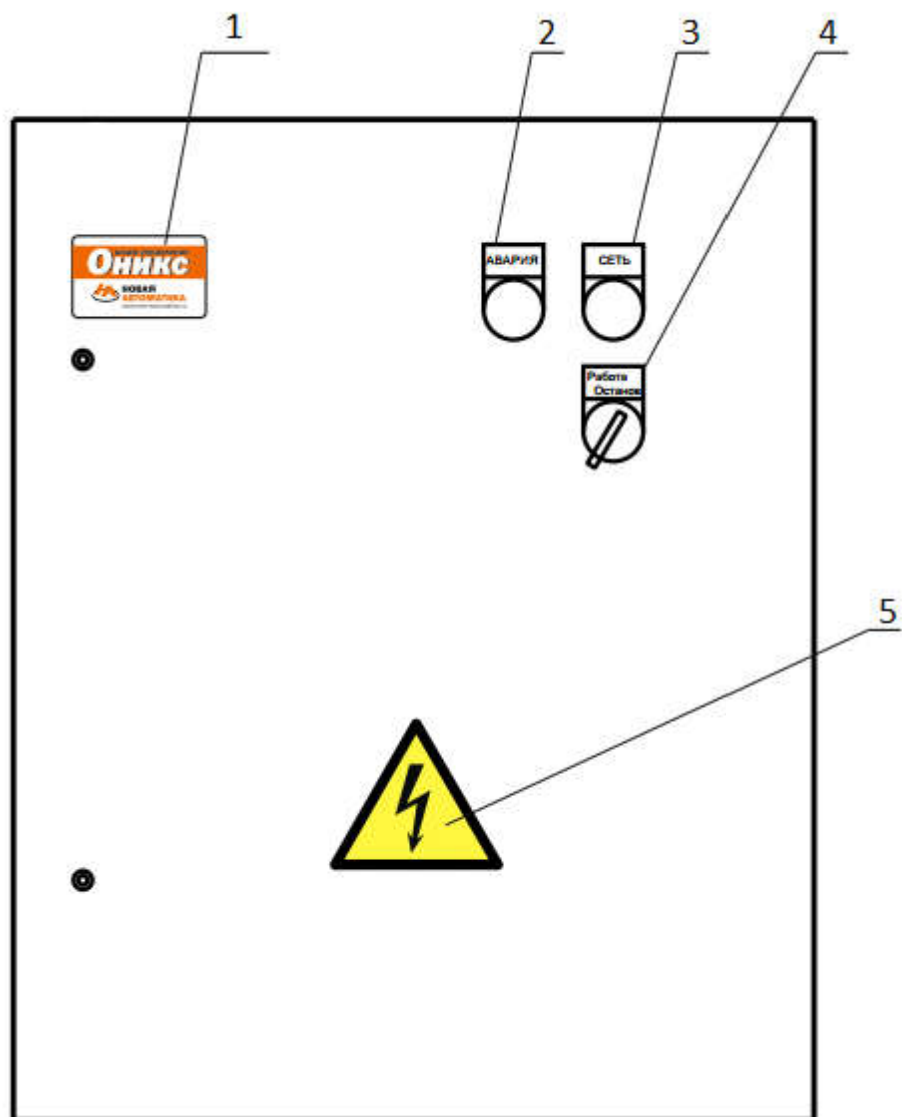

Рис.1 Передняя панель ШУ
После переключения переключателя «I» в положение «Вкл.» (поз.4, см. рис. 1, раздел 3.4. «Состав и передняя панель ШУ») происходит запуск двигателя от преобразователя частоты, при этом загорается зеленый светодиод на пульте преобразователя частоты. Преобразователь частоты начинает контролировать давление на выходе насосной станции, получая аналоговый сигнал с датчика давления. Изменяя частоту вращения двигателя, ПЧ поддерживает давление, соответствующее величине уставки. Алгоритм работы преобразователя частоты основан на принципе ПИД-регулятора, в котором сигнал с датчика давления является сигналом обратной связи, а величина уставки служит для задания давления.
При срабатывании защиты преобразователя частоты загорается лампа «АВАРИЯ ПЧ» (поз.2, см. рис. 1, раздел 3.4. «Состав и передняя панель ШУ») и на пульте преобразователя частоты выводится сообщение об аварии. Расшифровка сообщений об авариях преобразователя частоты приведено в Руководстве по эксплуатации преобразователя частоты ATV630. Скачать его можно на сайте [www.new-automatics.ru](http://www.new-automatics.ru) или [www.se.com](http://www.se.com).
Состав и передняя панель ШУ показаны на рис.1.
- 4.3.1. Установить переключатель режима работы насоса в положение «0» (поз. 4, см. рис. 1)